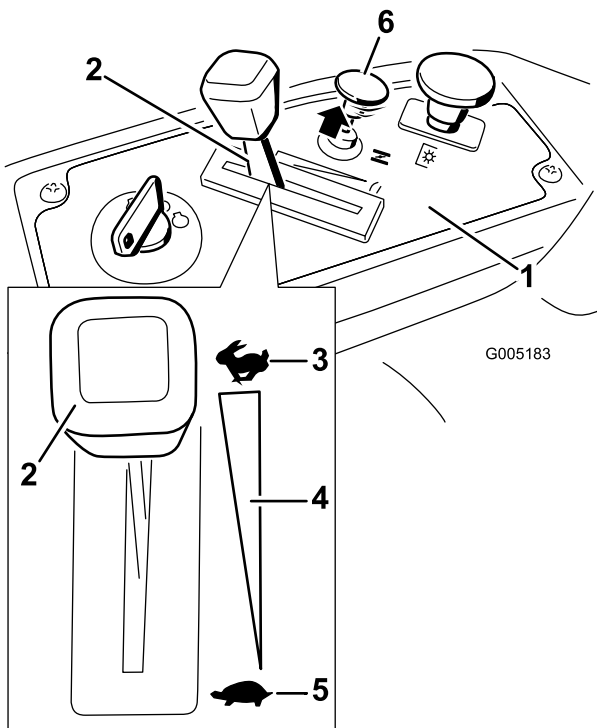

Figura 12
- Tire del control del estérter hacia arriba antes de arrancar el motor si éste está frío (Figura 12).